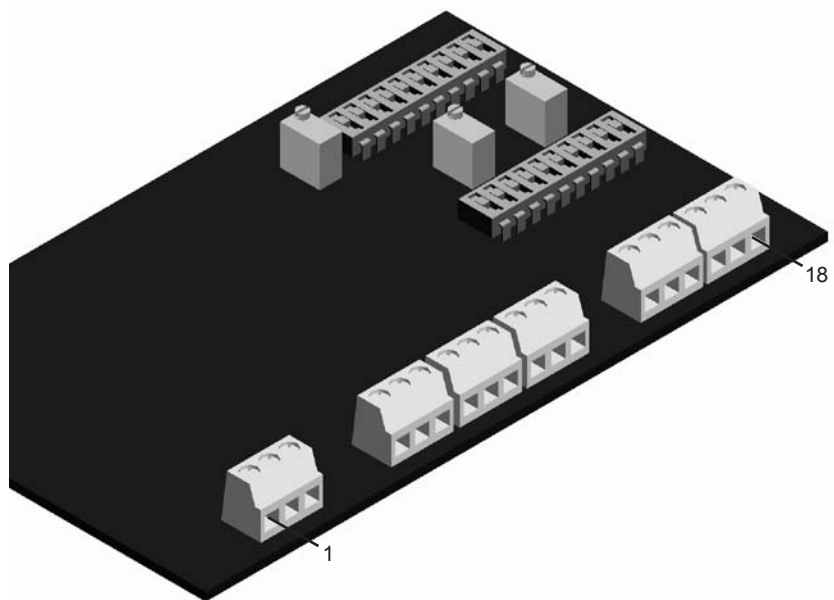

Abb. 5-8 : Anschlussklemmen
- Voltmeter zwischen den Klemmen 4 und 5 schalten (siehe Abbildung 5-8 zur Klemmenortung)
- Je nachdem, ob ein Spannungs- oder Stromausgangssignal benötigt wird, Voltmeter zwischen den Klemmen 6 und 7 oder Amperemeter zwischen den Klemmen 7 und 8 schalten (siehe Abbildung 5-8 zur Ortung der Klemmen).